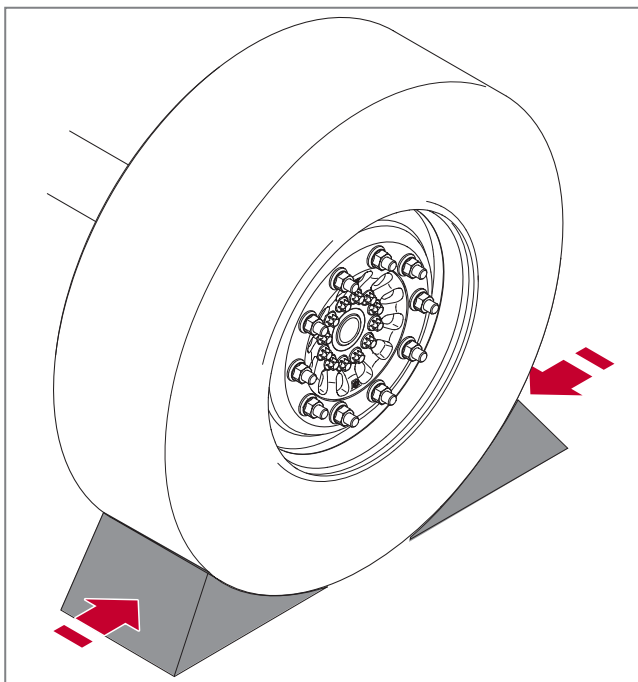

Abb. 5 - Räder sichern
1. Sichern Sie die Räder auf einer flachen und geraden Oberfläche, *siehe* ► *Abb. 5*